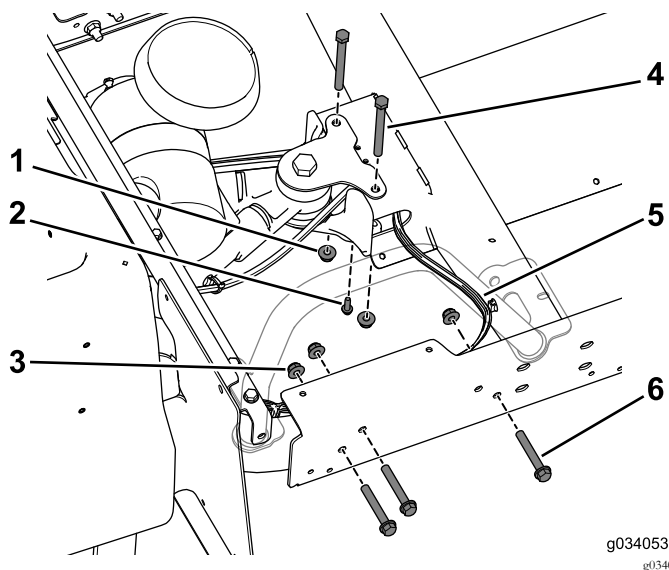

图28
8. 使用 3 个螺栓 3/8 x 2-1/2 英寸和凸缘螺母将延长轨道松松地安装到后机架上 图28。对机器的两侧均执行此操作。
注意 确保线束出口在中央通道右侧 图28。
9. 使用自攻螺丝 1/4 x 3/4 英寸将刹车线三通连接到中央通道上 图28。
10. 使用 2 个螺栓 3/8 x 3-3/4 英寸和凸缘螺母将中央通道松松地安装到后底座上 图28。